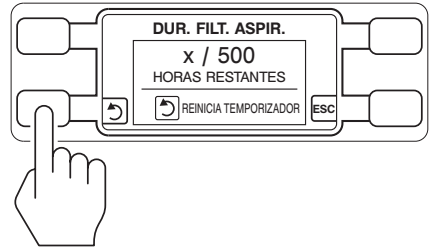

Figura 6 – Repor o valor do temporizador
5. O ecrã DURAÇÃO FILTRO ASPIRAÇÃO (DUR. FILT. ASPIR.) aparece. Prima o botão do visor (REINICIA TEMPORIZADOR) para alterar o valor actual da vida útil do filtro para 500 horas (Figura 6).